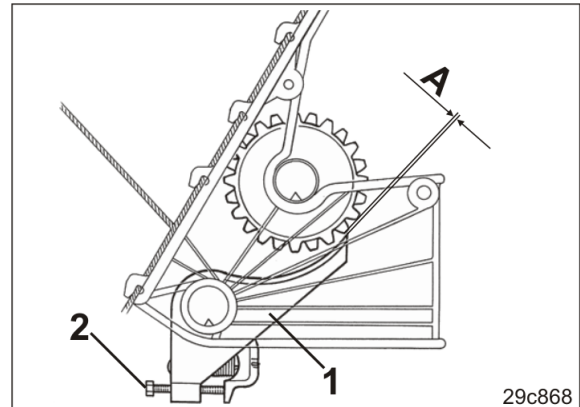

Fig. 236
2. Die Bodenklappen (Fig. 236/1) auf Leichtgängigkeit prüfen.
Der Abstand „A“ (Fig. 236) zwischen Bodenklappe und Särad beträgt 0,1 mm bis 0,5 mm.
5. Mit der Schraube (Fig. 236/2) den vorgeschriebenen Abstand einstellen.